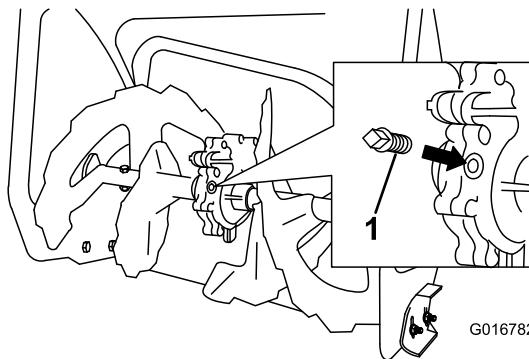

Figura 30
- Limpie la zona alrededor del tapón (Figura 30).